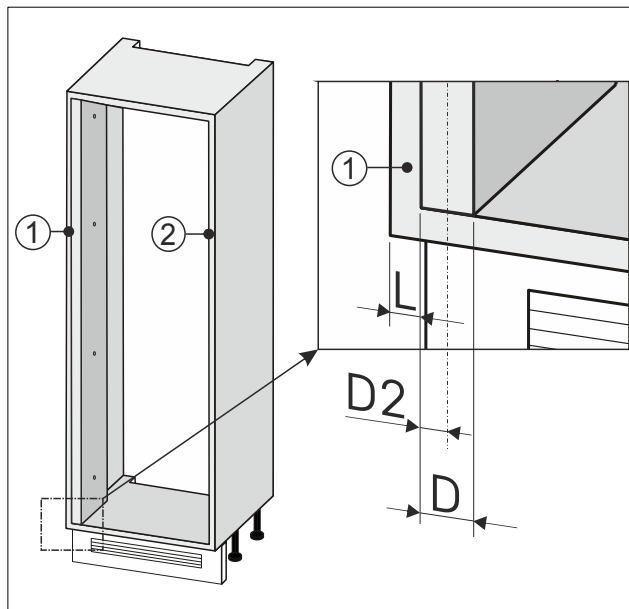

Fig. 89
- Halbe Breite Fig. 89 (D2) des Wandausgleichs notieren.